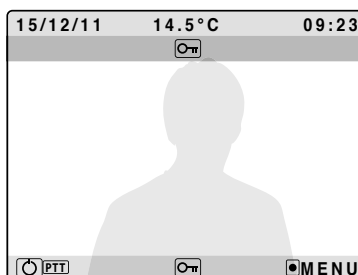

Fig. 15
- To open the door press the  button (**Fig. 15**)